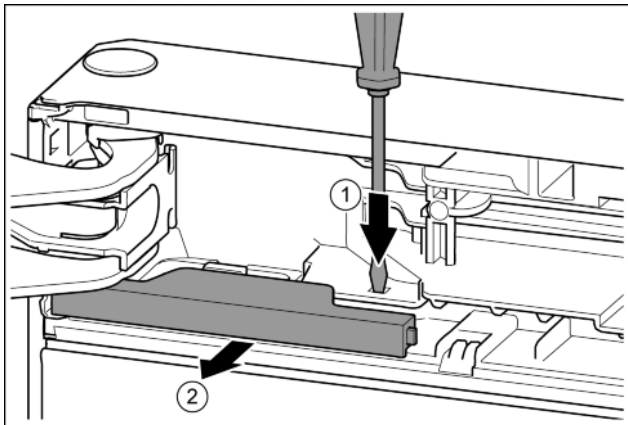

Fig. 11
- Pousser la languette avec un tournevis plat. *Fig. 11 (1)*
- Sortir le cache de l'encliquetage. *Fig. 11 (2)*